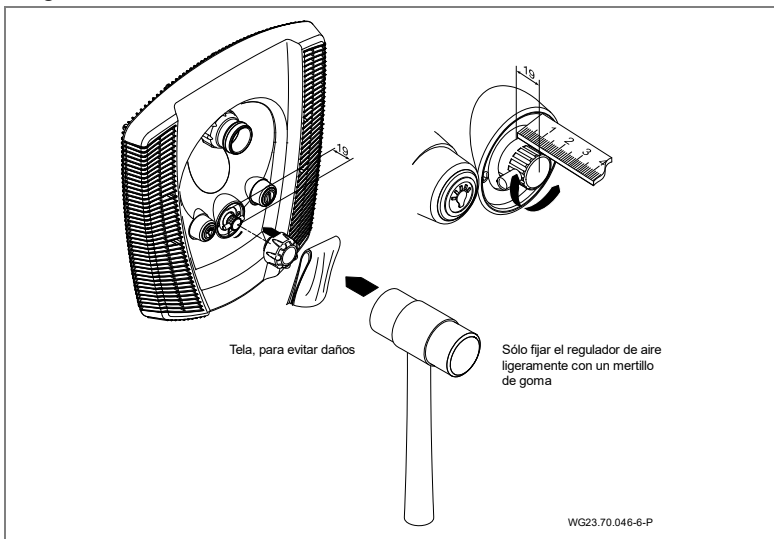

Fig. 19
8. Fijar la caperuza de regulación del aire. (Fig. 19)
9. Conectar los lados de aspiración y de presión de la bomba Jet (92) a la carcasa empotrada (1) con el medio racor (98, 99, 100), el ángulo de goma (79) y las abrazaderas (75) correspondientes.